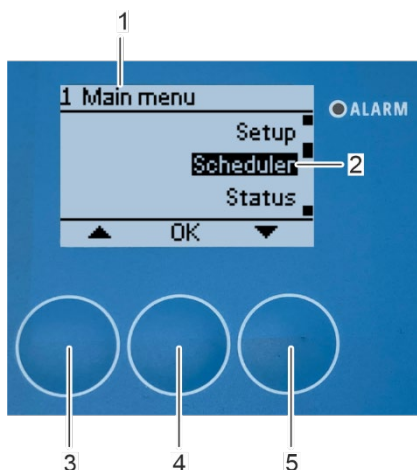

Abbildung 152: Öffnen Untermenü „Planer“
1. Wählen Sie das Untermenü „Planer“ (Abbildung 152/1) im „1 Hauptmenü“ mit den Pfeiltasten [nach oben] (Abbildung 152/3) und [nach unten] (Abbildung 152/5).
2. Bestätigen Sie die Auswahl mit [OK] (Abbildung 152/4).